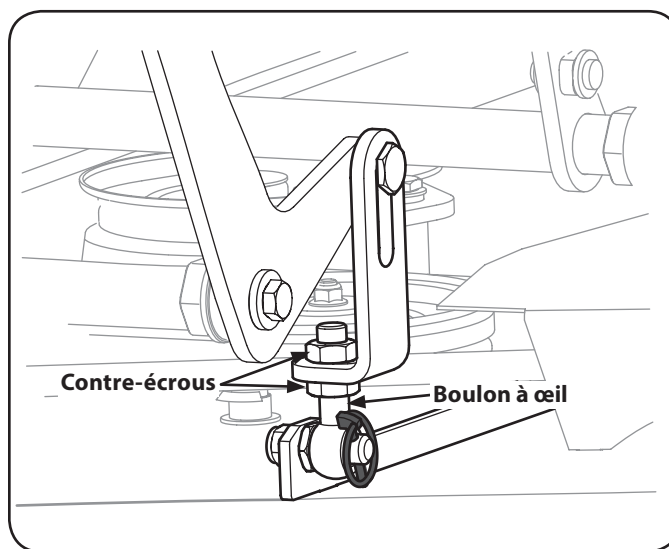

Figure 6-2
- Ajustez le boulon à œil situé sur l'avant gauche du plateau de coupe de façon à ce que la hauteur entre le sol et l'extrémité extérieure de la lame droite corresponde à la hauteur entre le sol et l'extrémité extérieure de la lame gauche. Pour effectuer cet ajustement, desserrez les contre-écrous sur le boulon à œil. Serrez le contre-écrou supérieur pour relever le plateau ou desserrez le contre-écrou supérieur pour abaisser le plateau. La hauteur de l'extrémité avant de la lame droite est fixe; réglez l'extrémité avant de la lame gauche pour faire correspondre la hauteur des deux lames. Voir Figure 6-2.
3. Desserrez les contre-écrous situés à l'arrière droite et gauche des boulons à œil. Voir Figure 6-2.